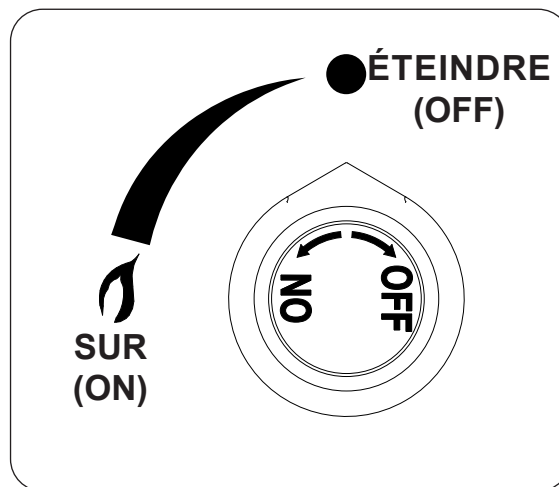

Fig. 44-2
4. **Une fois la flamme en position**, tournez le bouton de commande dans le sens inverse des aiguilles d'une montre sur la position **ON (sur)**, appuyez et maintenez la position pendant 15 secondes (voir Fig. 44-2). Votre brûleur devrait s'allumer dans un délai de 5 secondes.
Pour éteindre votre brûleur à gaz, tournez le bouton de commande du gaz dans le sens des aiguilles d'une montre jusqu'à la position **OFF (éteindre)** (voir Fig. 44-2). Veillez à ce que le bouton de commande soit éteint entièrement pour éviter toute fuite de gaz.